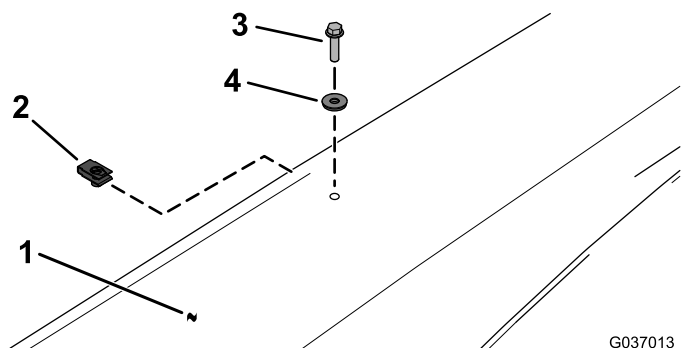

Рисунок 14
16. Установите солнцезащитный навес на опорные кронштейны крыши, используя два зажима, две уплотнительные гайки и два болта с шестигранными фланцевыми головками (¼ x 1 дюйм), как показано на Рисунок 14.